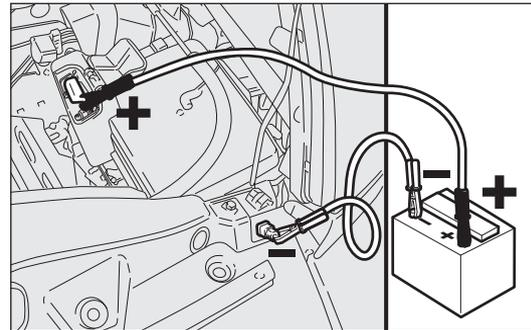

fig. 153
- conecte con un segundo cable el borne negativo (-) de la batería auxiliar con el punto de masa tal como se muestra en la fig. 153;